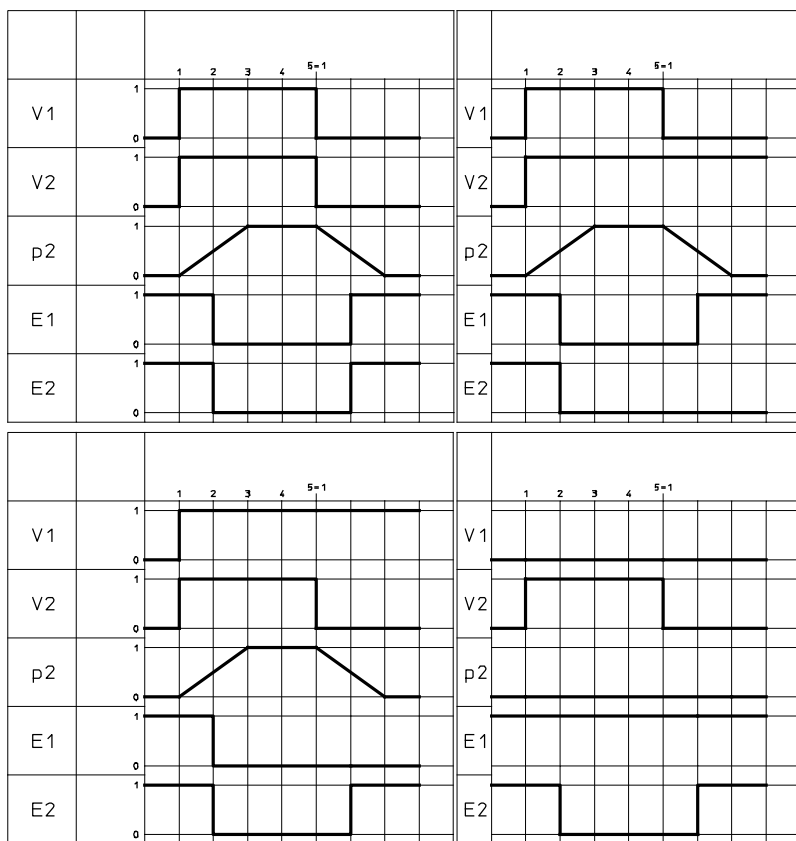
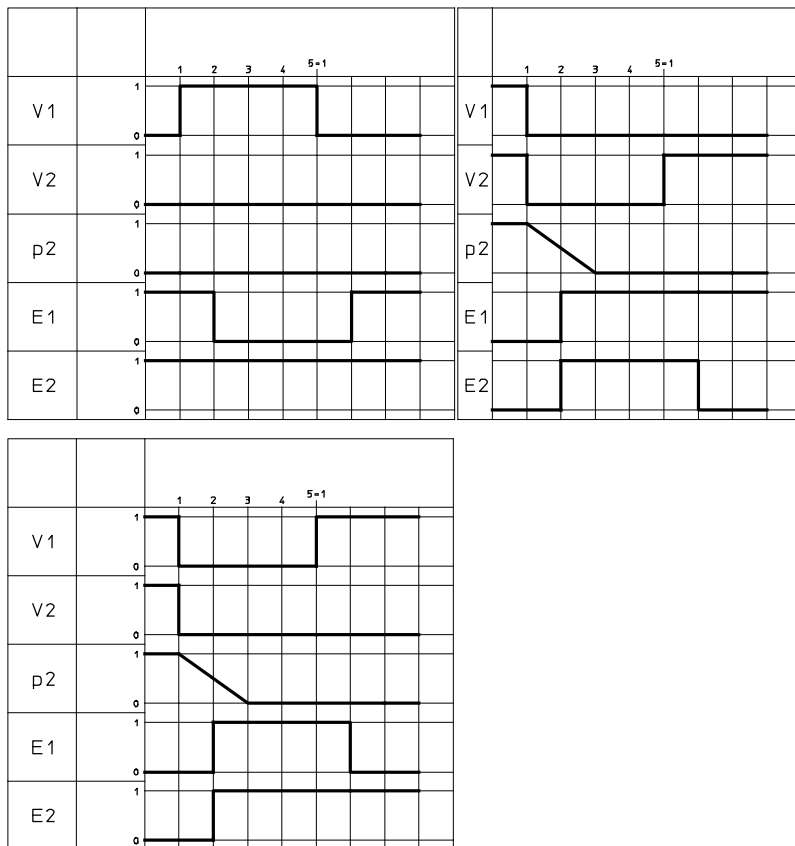

Fig. 7 Comprobación del funcionamiento, pasos 1 a 4
Fig. 8 Comprobación del funcionamiento, pasos 5 a 7
3. Comprobar todas las combinaciones de posiciones de conmutación de las dos electroválvulas de 5/2 vías V1 y V2 del bloque de control, así como las señales de los sensores de proximidad I1 y I2 (aquí: Sensor de proximidad PNP) con ayuda de las siguientes secuencias de pasos (→ Fig. 7 - Fig. 8).